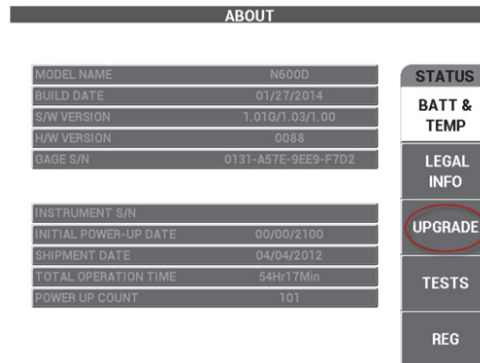

図 6-9 更新メニュー
4. C キーを押し、UPGRADE (更新) メニューを選択します (311 ページの図 6-9 を参照)。